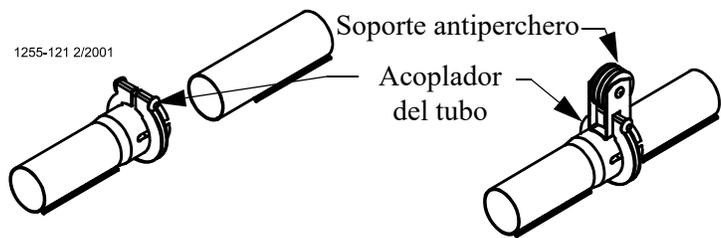

Figura 27. Abrazadera de tubo y abrazadera de tubo con soporte antiperchero
4. Colocar la abrazadera o acoplador de tubo o abrazadera con soporte antiperchero en cada junta. (**Ver la Figura 27.**) para una abrazadera normal y una con soporte antiperchero. Los sistemas que tienen tubos de 9' o 10' requieren una abrazadera con soporte antiperchero cada **cinco** juntas. Los sistemas que tienen tubos de 12' requieren una abrazadera con soporte antiperchero cada **cuatro** juntas. Todas las otras juntas en el sistema usan la abrazadera o acoplador de tubo normal.